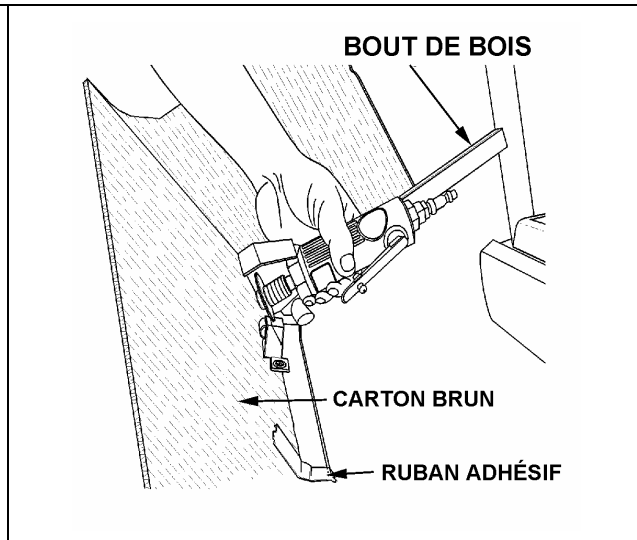

FIGURE 2 : PRÉPARATION DE L'ESPACE DE TRAVAIL
2. Ouvrir la fenêtre tel qu'indiqué sur l'autocollant apposé à la base de la fenêtre et placer des bouts de bois pour la maintenir ouverte (figure 2).
4. Découper une petite entaille dans le carton brun et placez-y la butée à couper (figure 2).